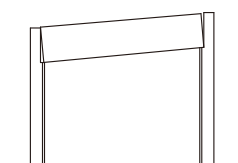

図3-7 寸法を外れたイメージ
- 許容範囲（※3）を超えた図3-7の場合、シャッターが取付けられなかったり、シャッター取付け後に異音やキズが発生して正常に作動しなくなる場合があります。